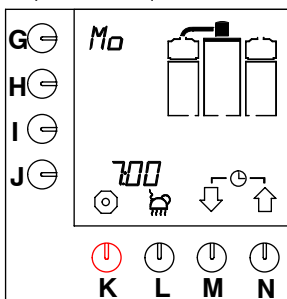

Fig. 13 Esempio di giorno e ora correnti
- Sullo schermo vengono visualizzati rapidamente il giorno e l'ora (fig. 13).
- Sullo schermo vengono visualizzati rapidamente il giorno e l'ora correnti (vedere fig. 13).